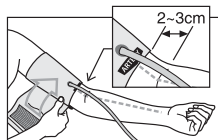

Рис. 6
3. Оберните манжету вокруг руки так, чтобы нижняя кромка манжеты находилась на расстоянии 2-3 см от локтевого сгиба. Метка с надписью «ARTERY» должна находиться над артерией руки (рис. 6).